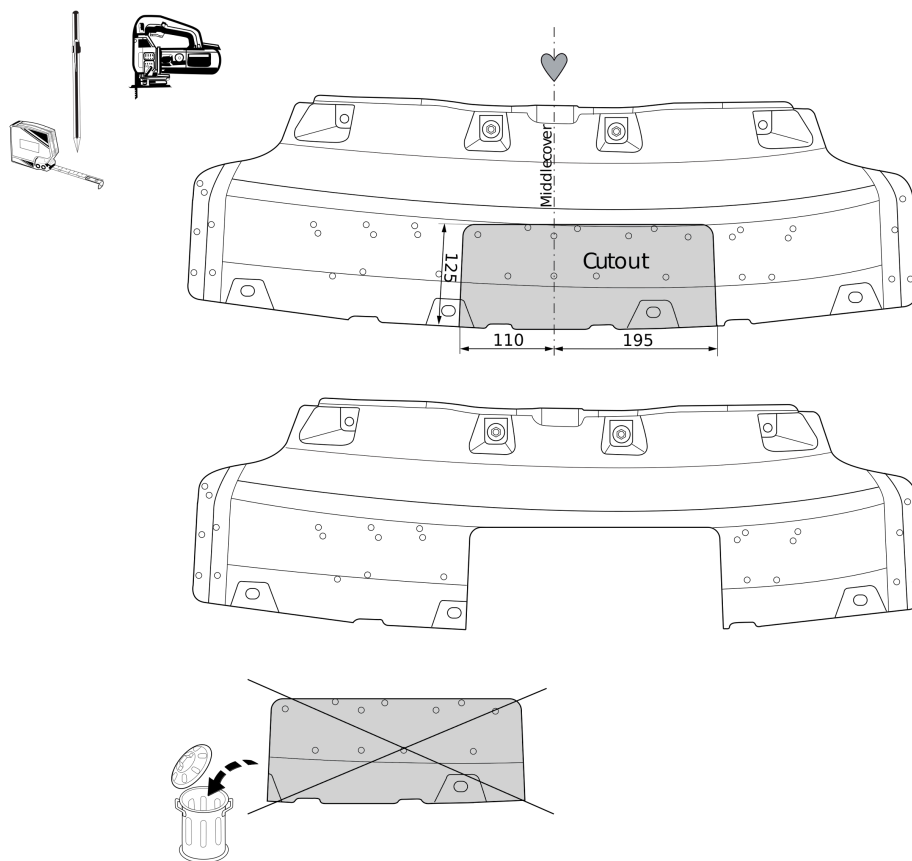

Fig. 3
7. Gemäß Abb. 3 die angegebene Teil abschneiden.